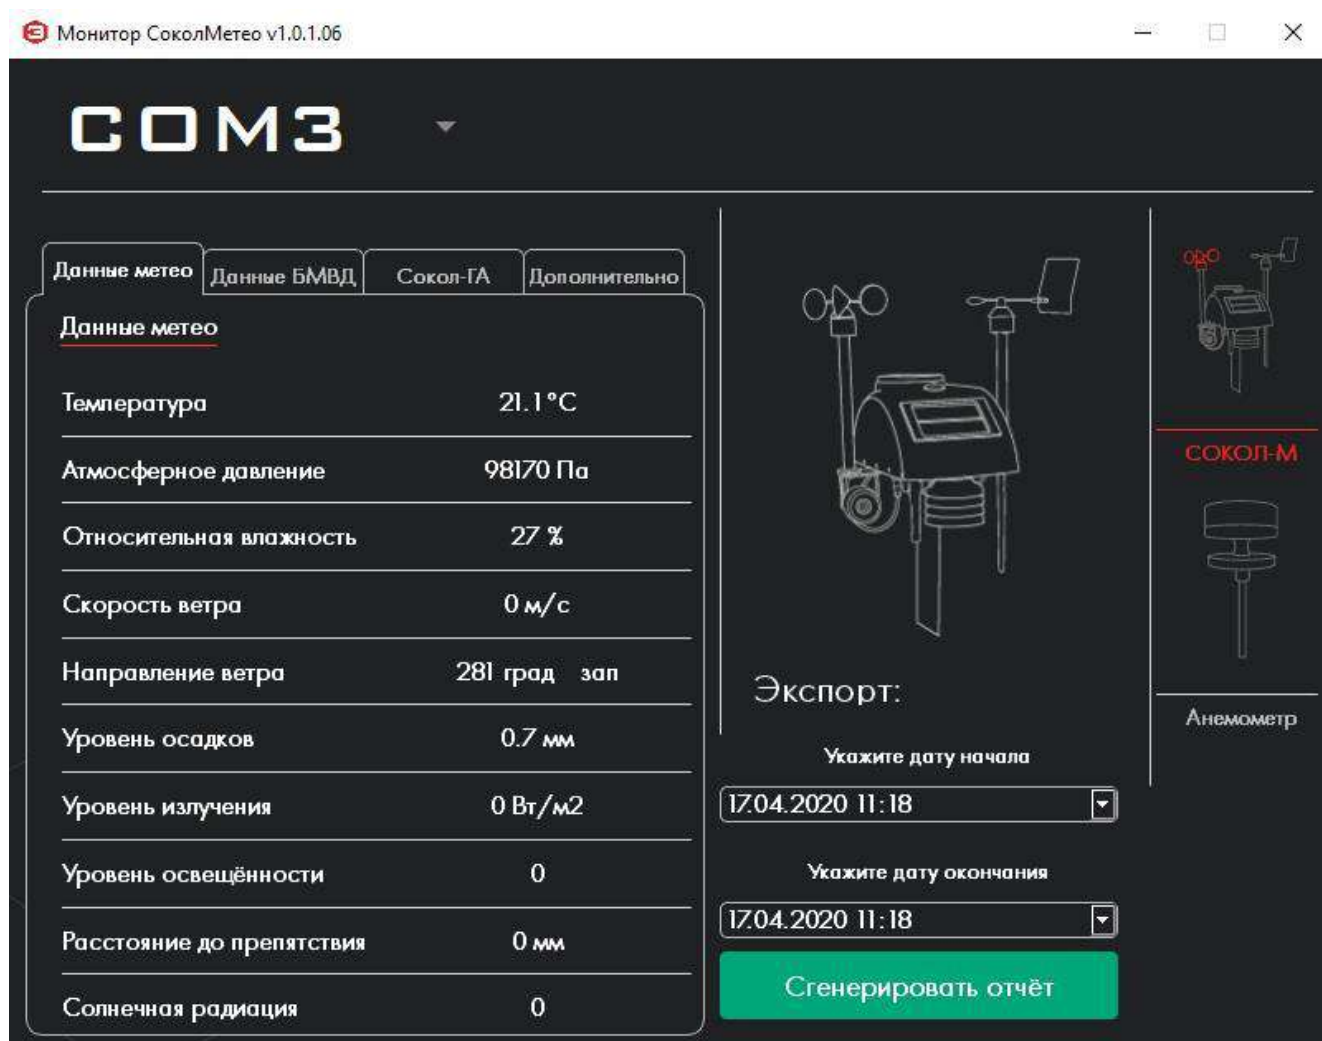

Рисунок 23 – Программное обеспечение Монитор СоколМетео
3) Работа с помощью программы Монитор СоколМетео (рис.23)